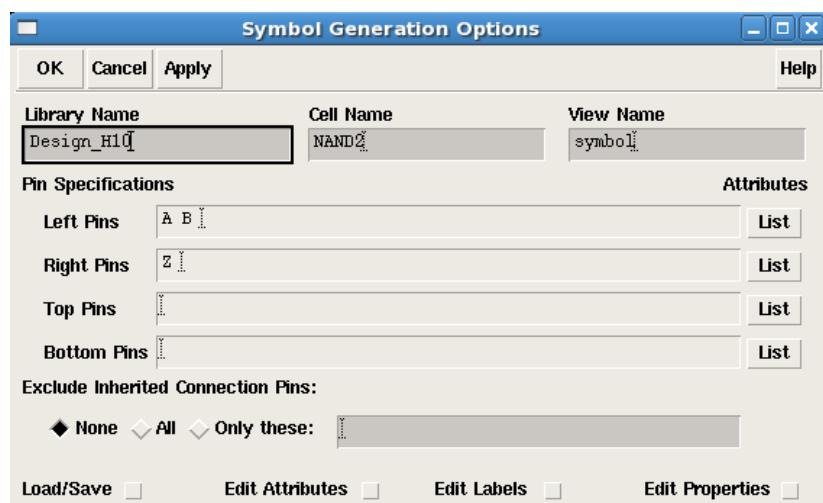

Рис. 4.6. Установка параметров символьного представления элемента.
- 2) Затем в форме “Symbol Generation Options” указать расположение выводов символьного представления элемента (рис. 4.6).